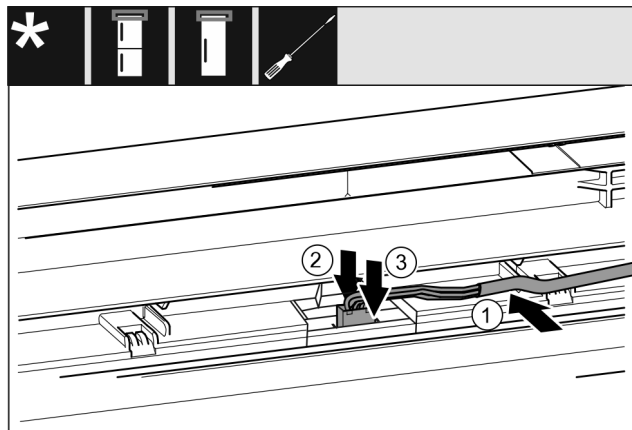

Fig. 44
- ▶ Поставете сивия кабел във водача в горната врата. Fig. 44 (1)
- ▶ Натиснете фиксиращия палец назад. Fig. 44 (2)
- ▶ Фиксирайте щекера. Fig. 44 (3)